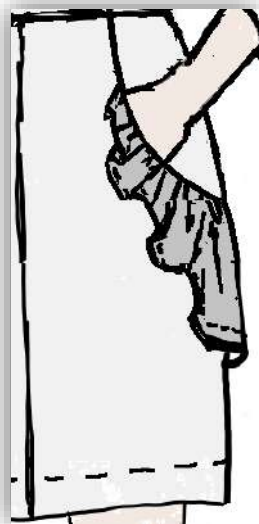

Рисунок 1 – Фрагмент платья. Левая нижняя часть переда
Второй этап: Моделирование фрагмента заданной модели **«Левая нижняя часть переда с карманом»** женского платья (стр. 7, рис. 1) в натуральную величину и изготовление лекал
Третий этап: Изготовление (пошив) образца фрагмента заданной модели (стр. 7, рис. 1) женского платья.
1) Внешний вид фрагмента заданного изделия должен полностью соответствовать техническому рисунку модели и художественно-техническому описанию (стр. 3, табл.1) и рисунку фрагмента (стр. 7, рис. 1).